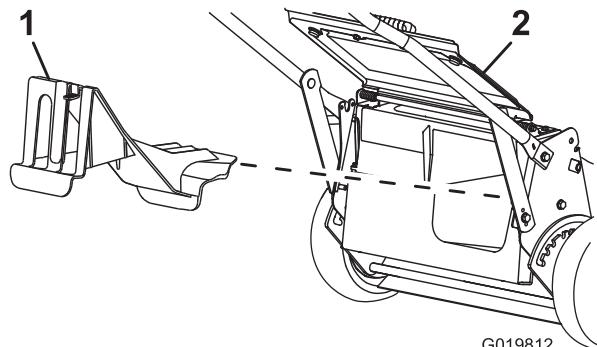

Bild 18
- Wenn die Heckauswurfklappe nicht eingesetzt ist, fassen Sie sie am Griff an, heben das Heckablenklech an und setzen den Heckauswurfkanal ein, bis der Riegel arretiert, siehe Bild 18.
2. Drücken Sie zum Entfernen der Heckauswurfklappe den Riegel mit dem Daumen nach unten und ziehen die Klappe aus der Maschine (Bild 18).